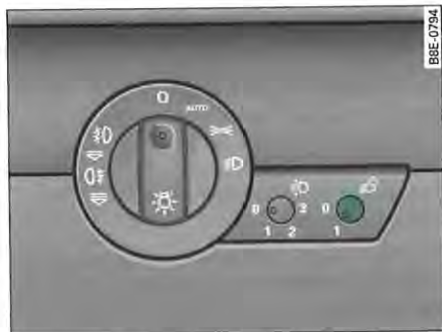

Fig. 64 Vue partielle du tableau de bord : commande coming/leaving home
- Appuyez brièvement sur le bouton ⇒ fig. 64 afin de le dégager de sa position de réglage.